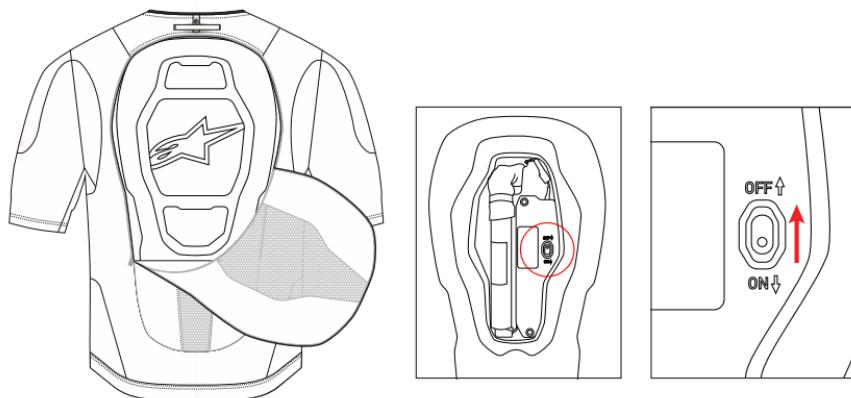

Figura 3: Centralina dell'airbag e interruttore di modalità spedizione
Per accedere alla protezione posteriore aprire la zip posizionata sul retro del sistema. Una volta aperta, l'utente può facilmente accedere ai componenti della centralina dell'airbag aprendo la copertura posteriore sollevando e sganciando la chiusura a strappo. Una volta rimossa la copertura, l'utente deve mettere il sistema in modalità spedizione spostando l'interruttore di modalità spedizione (5) in posizione OFF, come mostrato nella Figura 3.